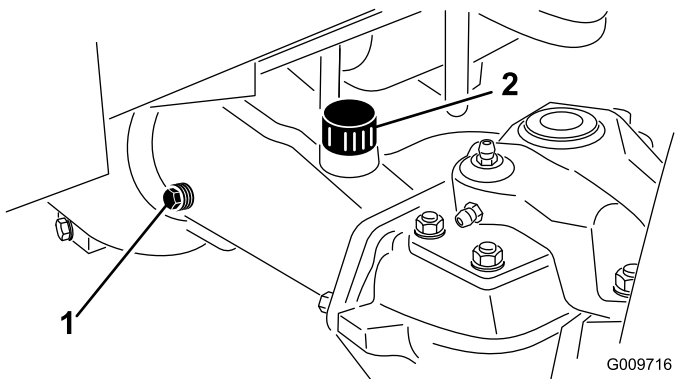

図 65
2. アクスルの一方の端部から点検用プラグを抜き、穴の高さまで潤滑油があることを確認する 図 65。